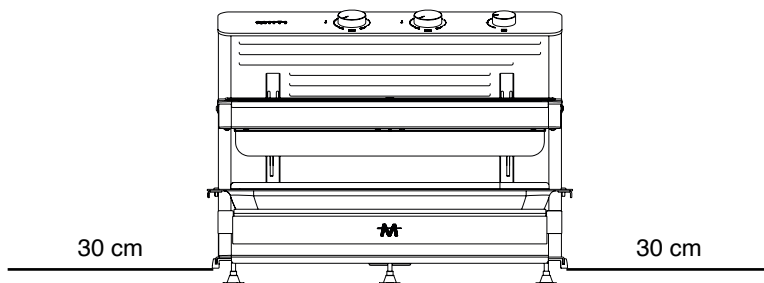

Figura 1
- almeno 30 cm per il modello MiiTi 06, (Figura 1)